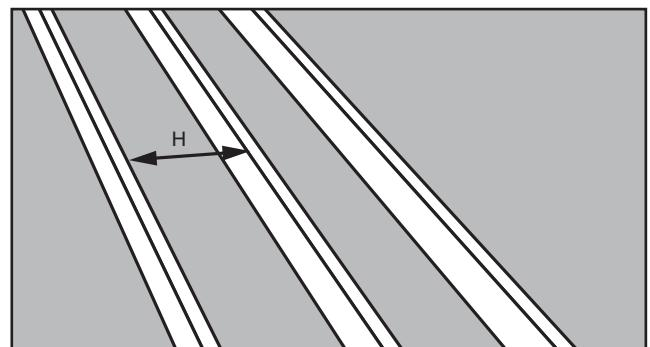

FIGURE 11
Étape 1. Mesurez la longueur de rive "H" entre les solives (Voyez la Figure 11).